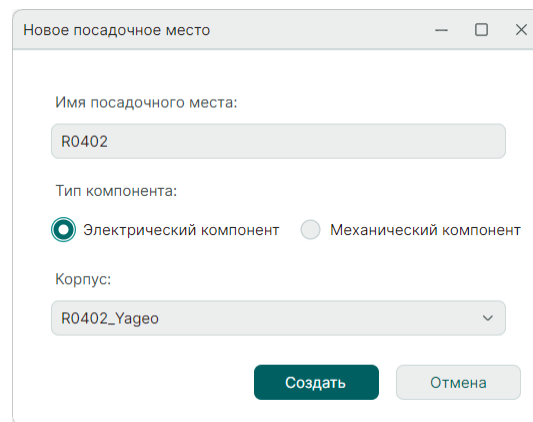

Рис. 76 Выбор параметров посадочного места
1.4. В окне «Новое посадочное место» заполните поля и выберите необходимые элементы, см. Рис. 76.